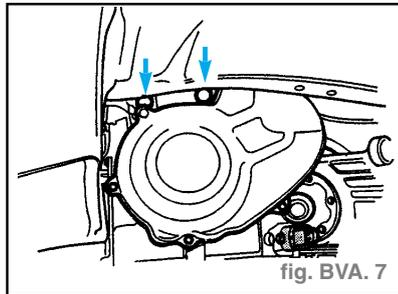

fig. BVA. 7
- Déposer les deux vis (flèches) du palier gauche pour la fixation de l'ensemble mécanique sur la boîte de vitesses. (fig. BVA. 7)
- Ne serrer d'abord à **6 daN.m** que les vis (flèches) du palier sur la partie supérieure de la boîte de vitesses. (fig. BVA. 7)